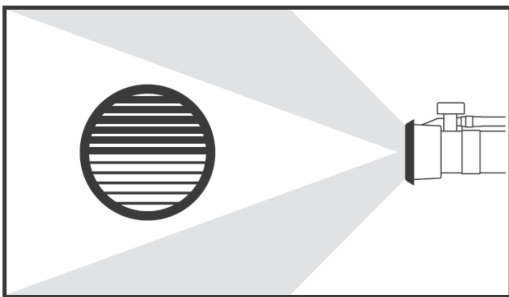

Рис. 29
• Двухсторонняя отклоняющая решетка (Рис. 29) создает две струи для одновременной обработки растений в соседних рядах.